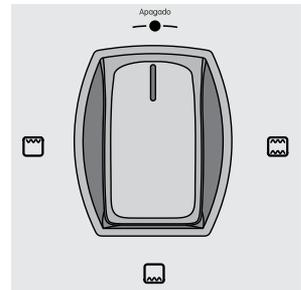

Figura 30. Selector de resistencias
- Con la puerta abierta, gire el selector de resistencias en sentido horario hasta la función que desea (resistencia inferior, superior o inferior y superior). Figura 30.